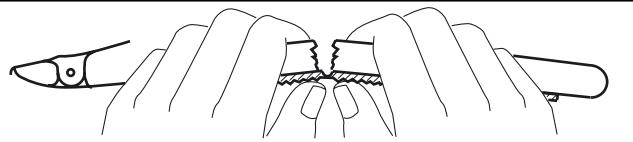

Fig. 2.1
4.2 Para abrir el tubito se inserta el mismo en el portatubito, en dirección contraria a la flecha, hasta que su acanaladura descansen en la bisagra. En esta posición, el punto rojo del tubo ha de quedar visible en el lado abierto del portatubito. Romper el tubito contra la bisagra (Fig. 2.1), manteniéndolo del lado abierto, junto con el portatubito, alejado del cuerpo. Sacar con cuidado del portatubito las partes del tubito.